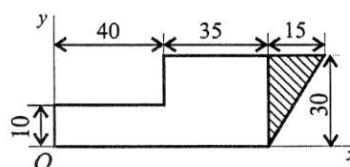

Рис.16
6. Определите координаты центра тяжести заштрихованной фигуры(рис.16). Размеры приведены в миллиметрах.